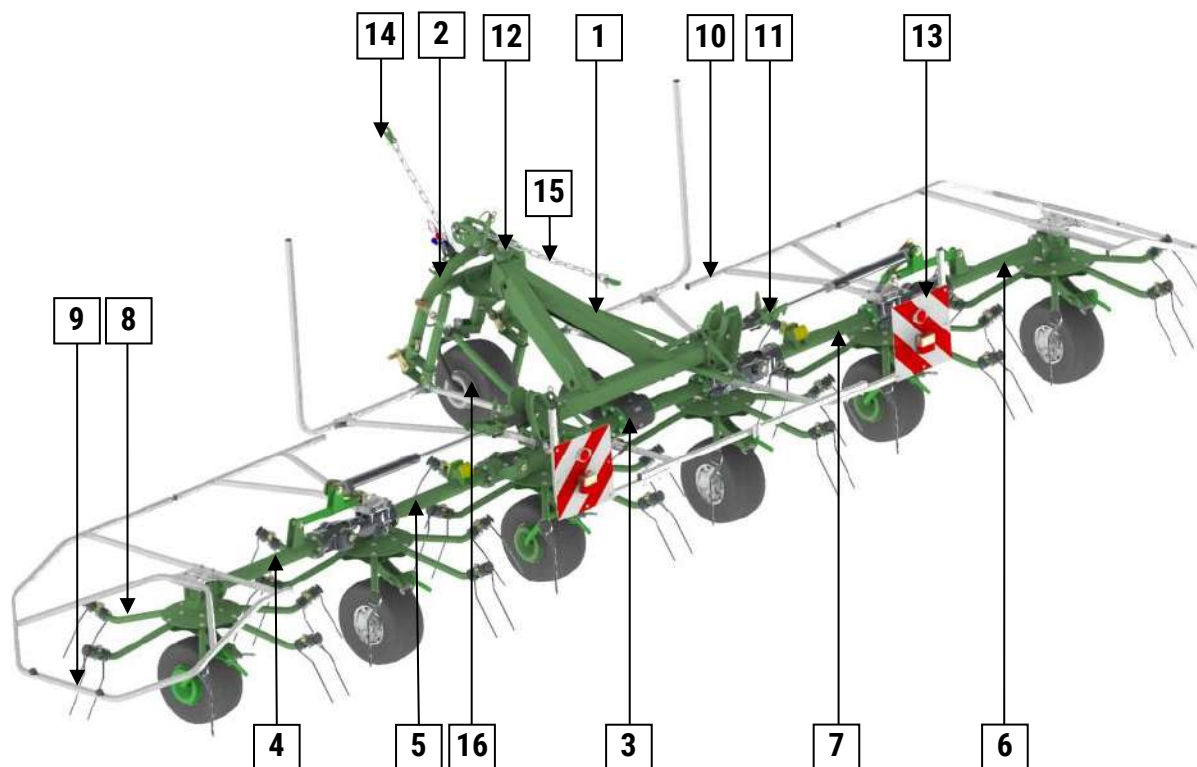

Рис. 4. Вид сеноворошилки с 6-мя роторами
Вид сеноворошилки с 6-мя роторами указан на **Рис. 4**. Рама подвески (1) с зацепом (2) позволяет подключить ворошилку к трехточечной системе подвески трактора. Привод от ВОМ трактора передается посредством угловой передачи на роторы. Ворошилка состоит из пяти приводных систем (4), (5), (6), (7) а также главной (3), на которых установлены роторы состоящие из плеч (8) с пальцами (9). На раме и боковых приводных системах закреплены защитные кожухи (10). На время транспорта две наружные системы вместе с роторами складываются гидравлически в вертикальную позицию и блокируются защёлкой (11). На время транспорта две наружные системы вместе с роторами складываются гидравлически в вертикальную позицию и блокируются защёлкой (11).